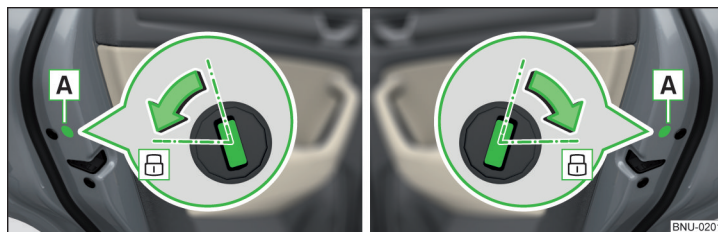

Abb. 256 Tür links / Tür rechts
- Bei Fahrzeugen mit der Blende **A** diese Blende entfernen » Abb. 256.